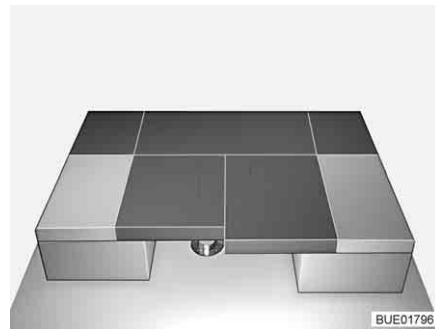

Bild 100 Efter ombyggnaden
- Tryck de båda sättdynorna mellan ryggdynorna (se Bild 100).